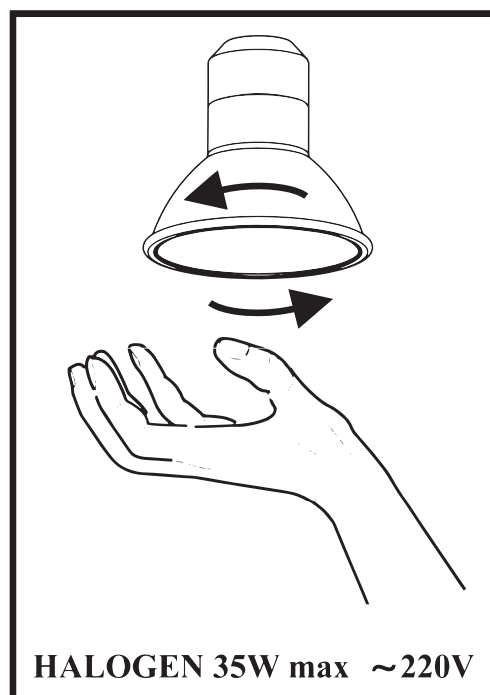

Рис.7
8.9 На вытяжке установлены **HALOGEN** лампы подсветки рабочей зоны плиты. Перед началом замены ламп освещения необходимо отключить вытяжку от электросети, дать возможность охладеть лампам. Для замены лампы необходимо снять фильтры, отжать держателя патрона на себя, чтобы лампа вышла из корпуса вытяжки, удерживая держателя патрона, слегка надавить на лампу у направления патрона и, повернул ее против часовой стрелки, вынуть (**рис.7**). Вместо нее необходимо установить новую с теми же характеристиками и установить фильтры.